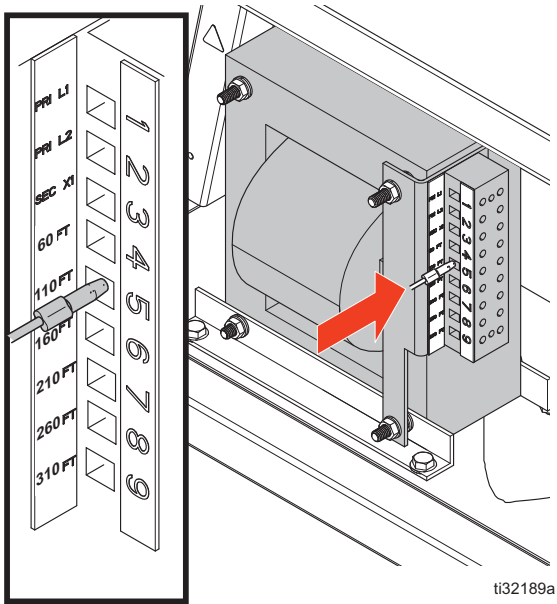

图 14: 软管变压器接线
3. 将软管变压器（AC）上的导线移动到与安装的软管长度相匹配的端子上。电线出厂设置为 60 英尺，请参见图 14 所示。